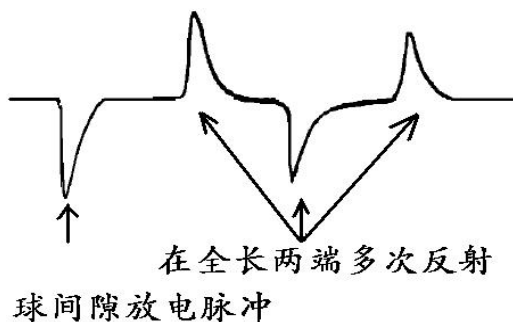

图 5-3-5 故障点未击穿时的典型波形
- ①. 故障点击穿时，球间隙放电声清脆响亮，火花较大。而没击穿时，一般球间隙放电声嘶哑，不清脆，而且火花较弱。
- ②. 电缆故障点击穿时，电压表指针摆动范围较大。而未击穿时，电压表摆动较小，
- ③. 根据仪器记录波形判断。图 5-3-5 为电缆未击穿时的典型波形。